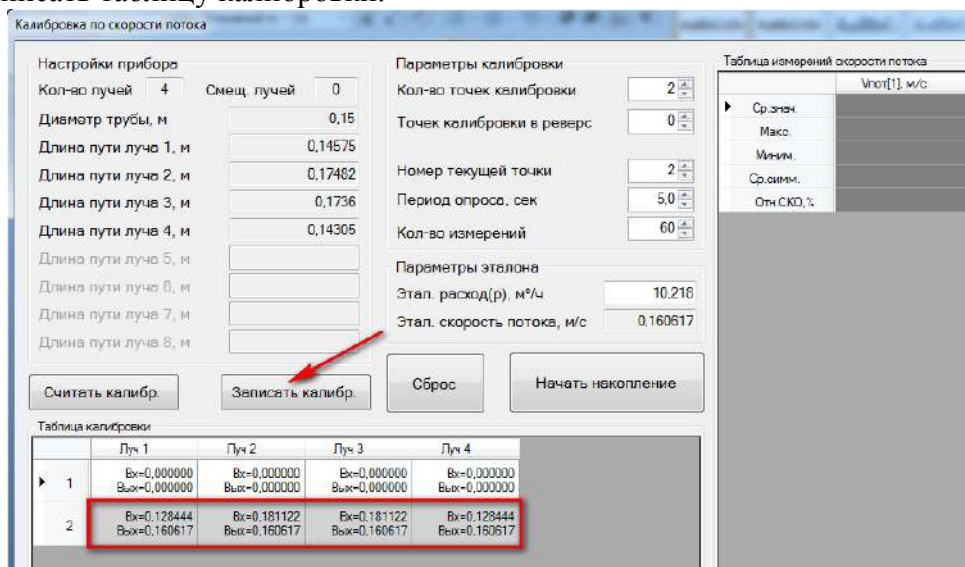

Рисунок 3.4
5) После окончания измерений программа автоматически выполнит усреднение результатов с занесением в Таблицу калибровки. Для применения результатов калибровки нажать кнопку «Записать таблицу калибровки» (рисунок 3.4).